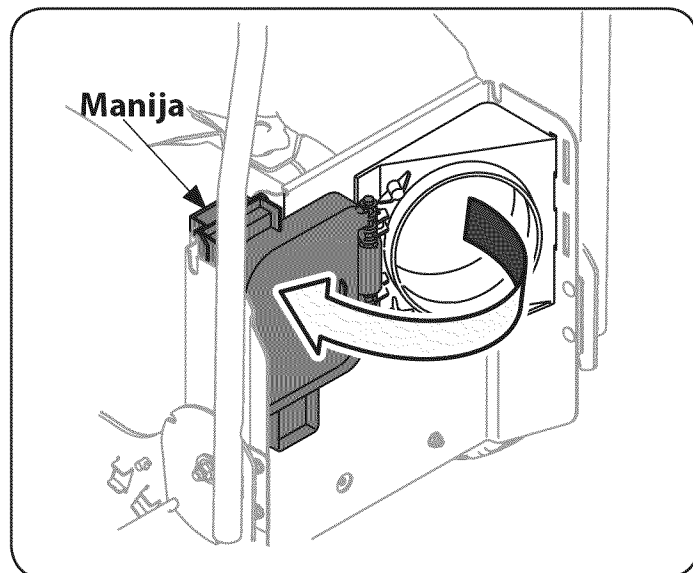

Figura 11
1. Abra la puerta de descarga trasera con la manija de la puerta. Vea la Figura 11.